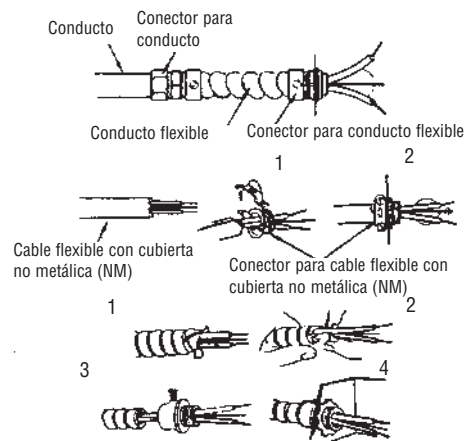

Figura 2 – Conectores, cable y accesorios de montaje utilizados para el cableado del UH724STA
NOTA: para algunas aplicaciones puede que sea necesario un conducto (vea la Figura 2). Verifique los códigos eléctricos locales. Si el cableado se tiende por un conducto, asegúrese de que haya una cantidad suficiente de conducto flexible como para permitir el giro del calefactor en caso de ser necesario.
2. Instale los conectores de cable en la unidad (vea la Figura 2), y deslice el cable calibre alambre de calibre 8 a través del conector de cable. Cuando haga las conexiones, extraiga a través del conector una cantidad suficiente de cable para trabajar.